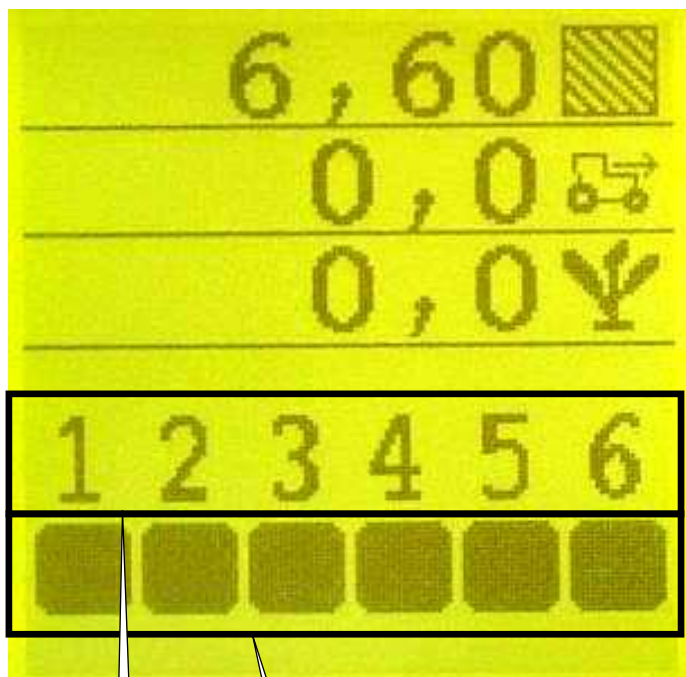

Fig. 1
Dopo aver messo la console in tensione, viene visualizzata la schermata principale (Fig. 1) che corrisponde alla modalità d'uso.
- C: contatore di superficie parziale (Fig. 1)
- D: quantità media di semi (Fig. 1)
- E: velocità d'avanzamento (Fig. 1)
Les numéros sur la partie inférieure de l'écran A (Fig. 1) correspondent aux rangs du semoir. Les rangs sont numérotés de la gauche vers la droite par rapport au sens d'avancement.
Les carrés B (Fig. 1) sous les numéros de rangs informent sur l'état des rangs.
The numbers in the lower part of the screen A (Fig. 1) correspond to the seeder's rows. The rows are numbered from left to right in relation to the forward direction.
The squares B (Fig. 1) under the row numbers provide information about the state of the rows.